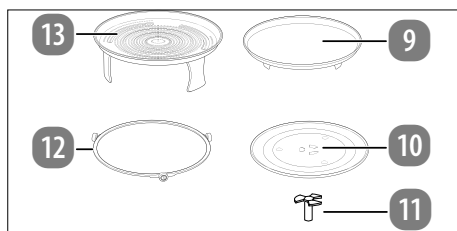

Fig. 3 – Accessori
1. Accessori (**vedere Fig. 3**)